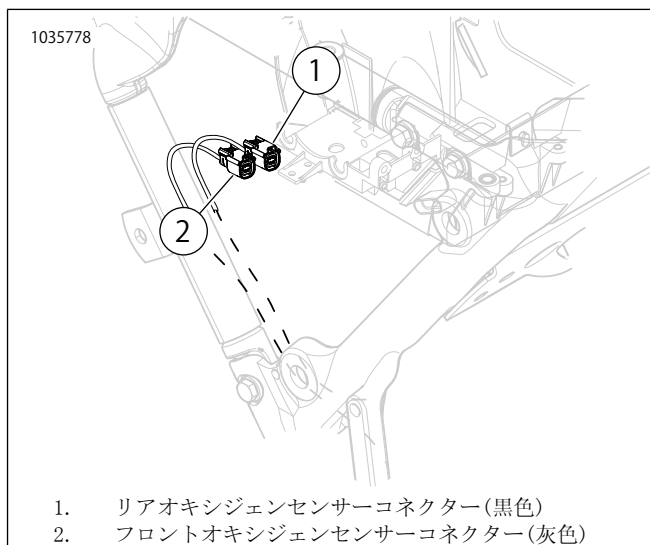

図1. フロントおよびリアのオキシジェンセンサーの位置
6. 「図1」を参照。前後のO2センサーコネクター(1、2)を外します。